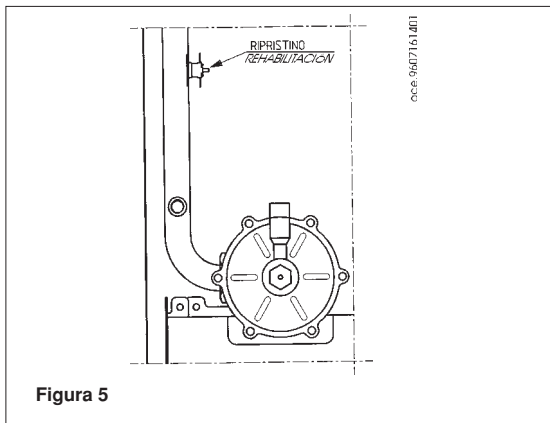

Figura 5
tale dispositivo interrompe l'afflusso del gas al bruciatore principale in caso di sovratemperatura nel circuito di riscaldamento. Premere il pulsante di figura 5 per ripristinare le normali condizioni di funzionamento controllando l'indicazione del manometro (7) (vedi capitolo riempimento impianto a pagina 6).
Corta el suministro de gas al quemador principal en caso de sobrettemperatura en el circuito de calefacción. Pulsar el botón de la figura 5 para restablecer las condiciones normales de funcionamiento. Controlar la indicación del manómetro (7) (ver el capítulo de Llenado del equipo en la página 6).